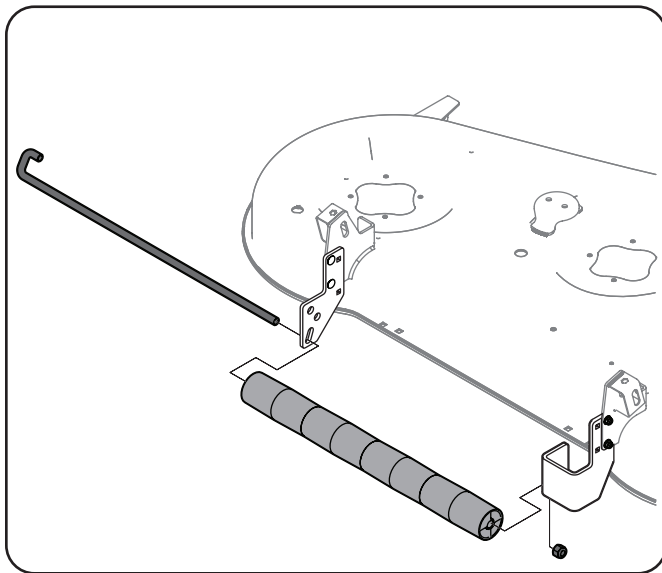

Figure 1-11
- Asegúrese de que el extremo en J del pasador de rodillo esté sujeto en el orificio de montaje de la ménsula de rodillo del lado izquierdo (n.º 6) y luego sujete el extremo del pasador de rodillo con una tuerca de seguridad de ½ (n.º 4). Consulte la Figure 1-11.